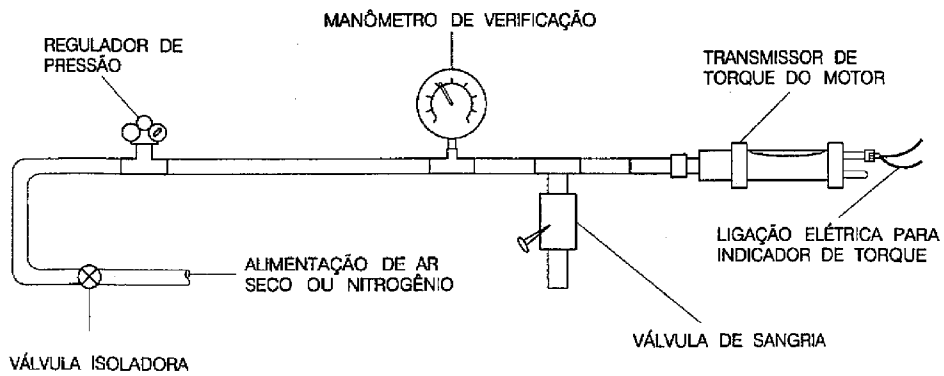

Figura 5-7B. Esquema de Montagem para Teste Utilizando Fonte Externa
3. Efetue a montagem do transmissor de torque conforme figura 5-7B.